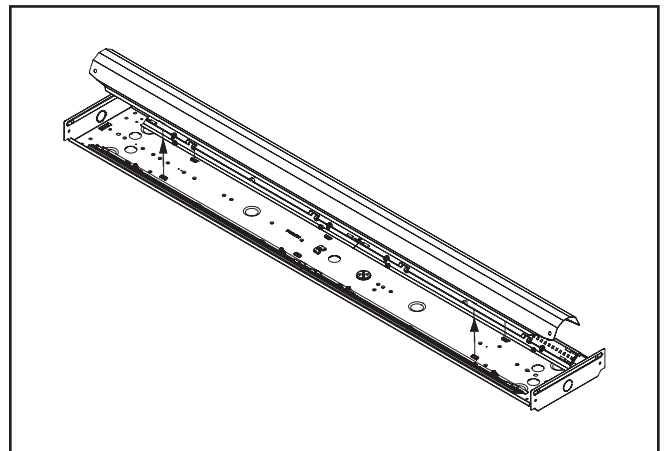

Figure 2.
3. Retirez le couvercle du pilote (Figure 2).